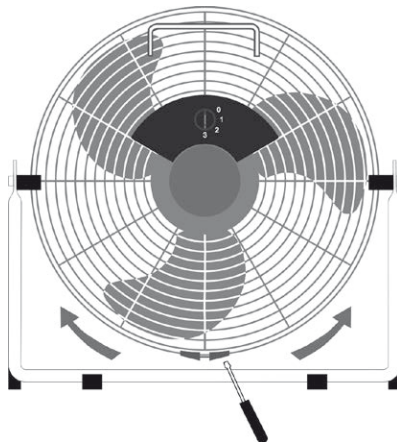

Fig. 3
- Para tener acceso a la hélice del aparato, retire el aro de sujeción de la rejilla de protección anterior (Fig. 3), teniendo en cuenta que necesita un destornillador para retirar el tornillo de seguridad.